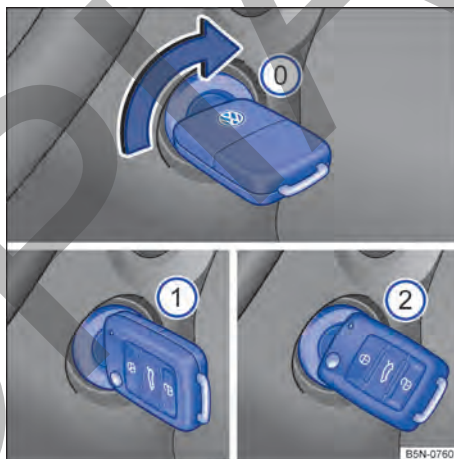

Fig. 78 Al lado del volante de la dirección, a la derecha: posiciones de la llave del vehículo en la cerradura de encendido.
Posiciones de la llave del vehículo → fig. 78
- *Vehículos con arranque en caliente:* girar la llave del vehículo a la posición → fig. 78 ①. El encendido está conectado. En ese momento la luz de control del sistema de arranque en caliente ∞ se encenderá en el instrumento combinado. Esperar a que la luz de control ∞ se apague indicando el final del calentamiento del combustible (esta acción puede ser necesaria en condiciones de arranque con el motor frío).
- *Vehículos sin arranque en caliente:* girar la llave del vehículo a la posición → fig. 78 ①. El encendido está conectado.
- Gire la llave del vehículo en el cilindro del encendido hacia la posición → fig. 78 ② – no acelere. Cuando el motor comience a funcionar, soltar la llave del vehículo en la cerradura de encendido.
- *Vehículos con arranque en caliente:* girar la llave del vehículo en el cilindro del encendido hasta la posición → fig. 78 ② para poner en marcha el motor – sin acelerar. En caso de que no se respete la etapa 5, la luz de control ∞ parpadeará indicando la necesidad de interrumpir el procedimiento de arranque y repetirlo después de volver la llave a la posición → fig. 78 ③ y esperar aproximadamente 10 segundos.
- *Vehículos sin arranque en caliente:* girar la llave del vehículo en el cilindro del encendido hasta la posición → fig. 78 ② para poner en marcha el motor – sin acelerar.
- Gire la llave del vehículo en el cilindro de encendido a la posición → fig. 78 .